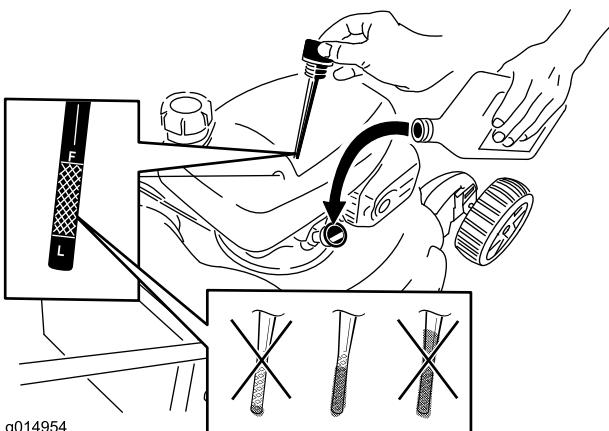

Bild 14
2. Ziehen Sie den Ölmessstab heraus (Bild 14).
5. Nehmen Sie den Peilstab heraus und lesen den Ölstand ab, siehe Bild 14.
- Füllen Sie bei einem zu niedrigen Ölstand langsam etwas Öl in den Öleinfüllstutzen: Wiederholen Sie die Schritte 3 bis 5, bis der Ölstand richtig ist, wie in Bild 14 dargestellt.